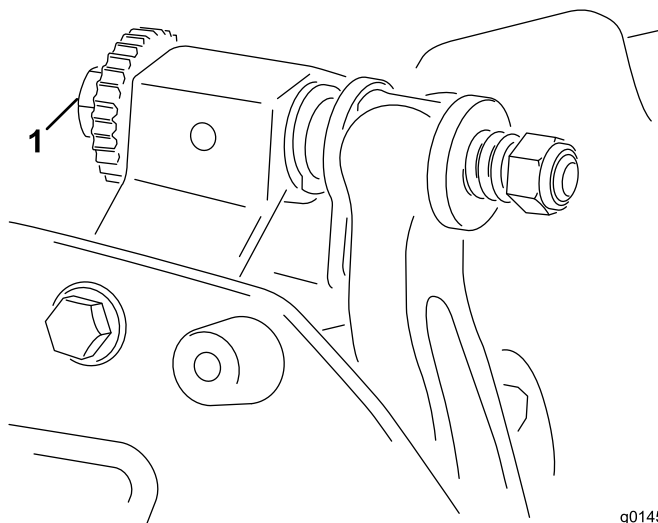

Рисунок 4
6. Поворачивайте правый регулировочный винт планки неподвижного ножа (**Рисунок 4**), пока не почувствуете легкое давление на регулировочной прокладке при перемещении ее из стороны в сторону. Удалите регулировочную прокладку.